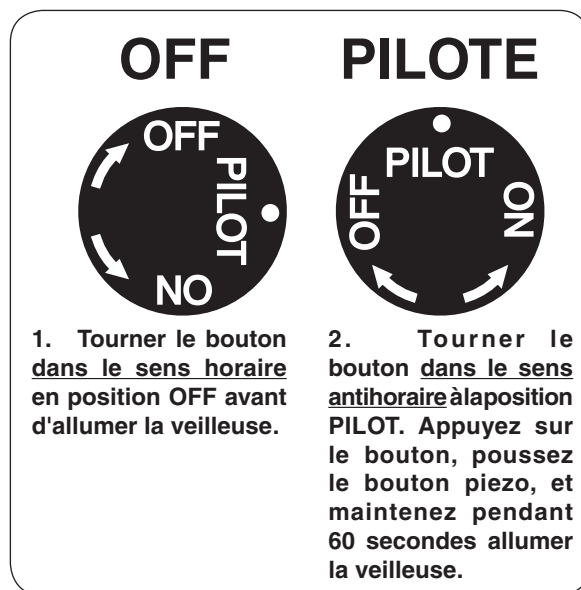

Fig. 12-1 Détail bouton de commande (OFF, PILOTE)
1. Localiser la vanne sur le côté gauche de l'appareil. Appuyer sur le bouton de contrôle du gaz et tourner dans le sens horaire en position **OFF** (Fig. 12-1).
2. Tournez le bouton de réglage dans le sens antihoraire pour **PILOTE** (Fig. 12-1). Appuyez sur le bouton de commande **fermement et pleinement** enfoncée. Tenir un long match de cheminée ou un briquet à proximité du thermocouple pour allumer la veilleuse. Continuez à tenir le bouton de commande pendant environ 60 secondes après que le pilote est allumé, puis relâchez le bouton. Le pilote reste allumé.